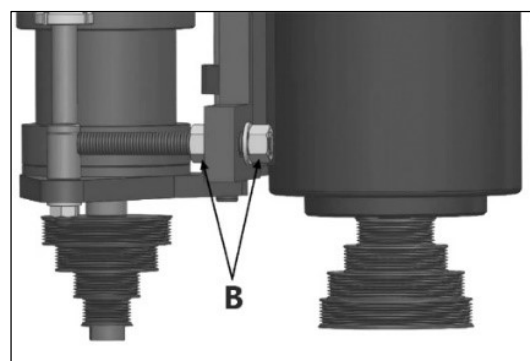

Рисунок 11.
- ослабьте две гайки **В** (рис. 11);